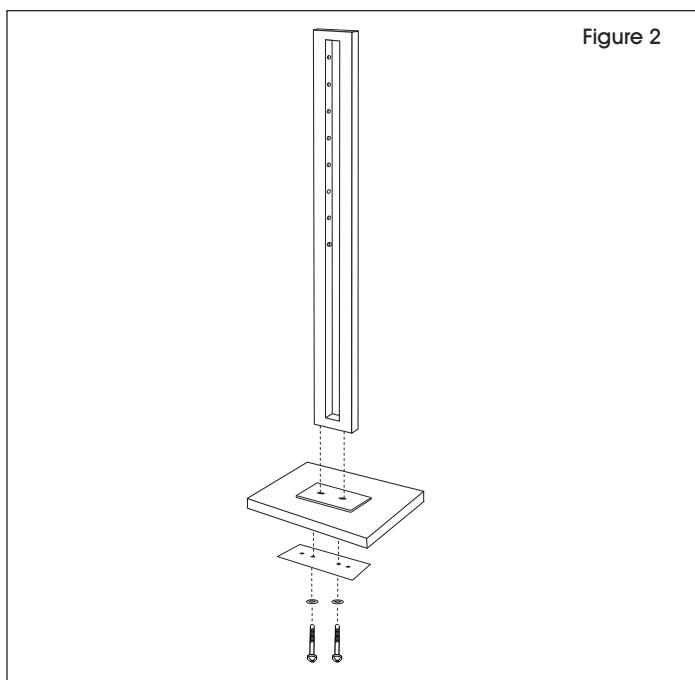

Figure 2
2. À partir du dessous, fixez l'entretoise en métal, la base en plastique, le couvercle de la base et la plaque signalétique au montant à l'aide des boulons et des rondelles de blocage fournis. (Voir Figure 2)